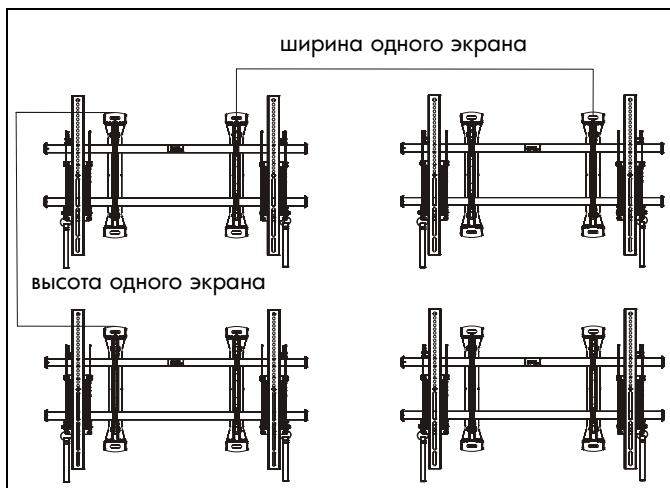

рис. 1
**ВАЖНО!** При монтаже видеопанели крепления необходимо устанавливать на расстоянии высоты экрана по вертикали и приблизительно ширины экрана по горизонтали. (См. рис. 1)